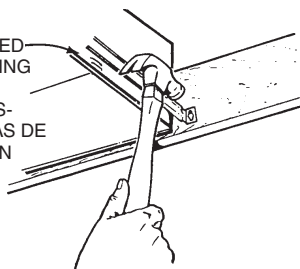

FIG. 9
12. Snap the damper/duct connector onto housing. Make sure that tabs on the connector lock in housing slots. (Top of damper/duct connector will be flush with top of housing.) (FIG. 9)
12. Inserte la conexión del amortiguador/ducto en la carcasa. Compruebe de que las pestañas del conector enganchan en las ranuras de la caja. (La parte superior del amortiguador/ducto debe estar a nivel con la parte superior de la carcasa). (FIG. 9)